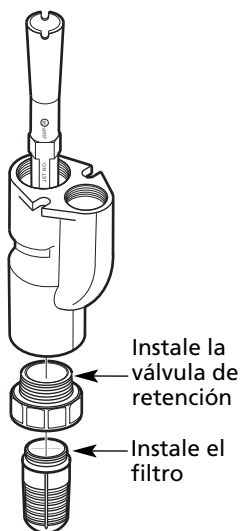

Figura 5
5. Instale la válvula de retención y el filtro en el extremo del cuerpo del eyector con un orificio (superficie inferior del eyector – véase la Figura 5).